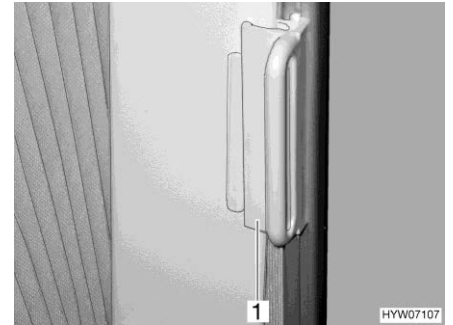

Fig. 38 Verrouillage pour dispositif occultant plissé
- Pousser la poignée (Fig. 38,1) sur la pièce de fixation. Le dispositif occultant plissé est bloqué.